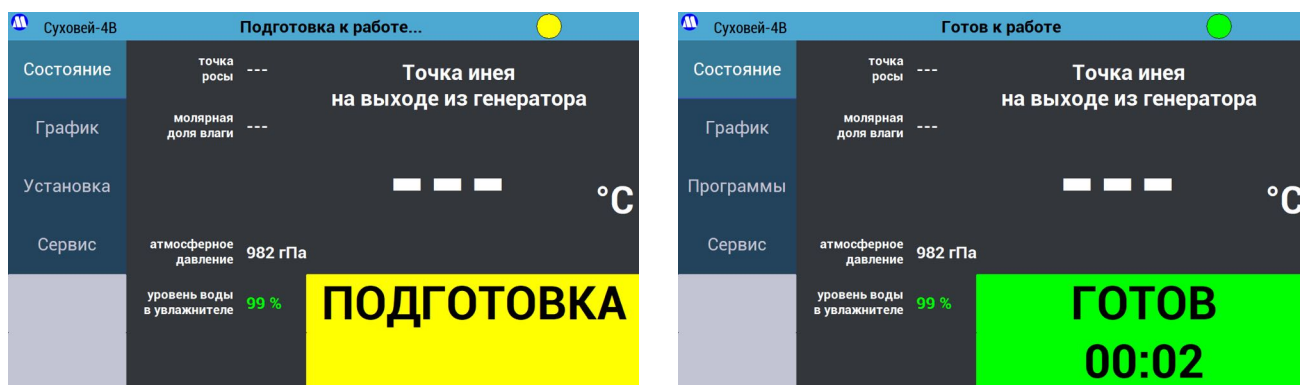

Рисунок 27 – Включение генератора.
Во время включения и проверки индикатор статуса генератора будет иметь желтый цвет, статус – «ПОДГОТОВКА» (Рисунок 27 слева).
8.5.3. По завершении включения статус генератора изменяется на «ГОТОВ», а цвет индикатора состояния изменяется на зеленый (Рисунок 27 справа). Появляется возможность запуска программ из меню «Установка», «Программы» и «Сервис». В верхней строке экрана отображается сообщение «Готов к работе».